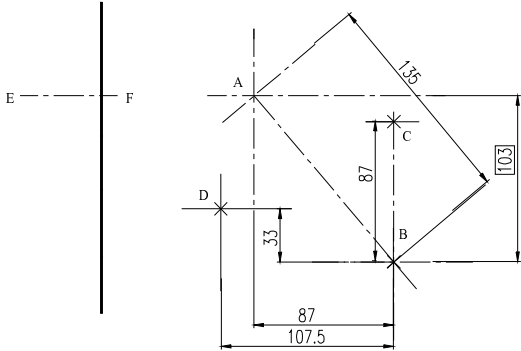

图 6-2-1
STEP 01 根据定位尺寸，绘制各形体的中心线和基准线，如图 6-2-1 所示。具体操作本例